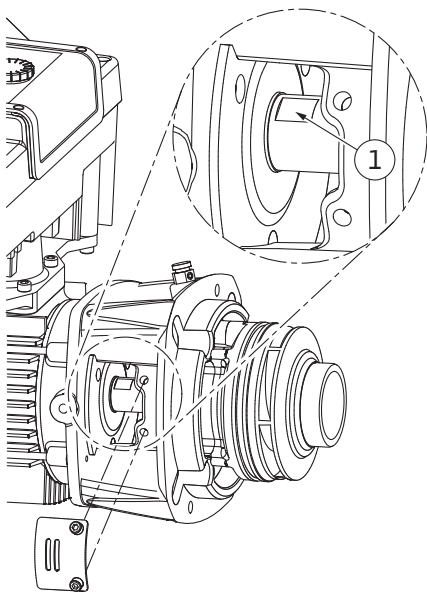

Fig. 106: Cheie fixată pe arbore
14. Introduceți o cheie fixă (deschidere 22 mm), în fereastra piesei intermediare și fixați arborele cu cheia (Fig. 106, Poz. 1). Deșurubați piulița rotorului (Fig. I, Poz. 22). Rotorul hidraulic (Fig. I, Poz. 21) este extras automat de pe arbore.
3. Introduceți o cheie fixă (deschidere 22 mm), în fereastra piesei intermediare și fixați arborele cu cheia (Fig. 106, Poz. 1).
10. Introduceți o cheie fixă (deschidere 32 mm), în fereastra piesei intermediare (Fig. IV, Poz. 38) și fixați arborele cu cheia (Fig. 106, Poz. 1). Montați rotorul hidraulic cu șaiba(ele) suport și piulița. Strângeți piulița. Evitați deteriorarea etanșării mecanice prin înțepenire.